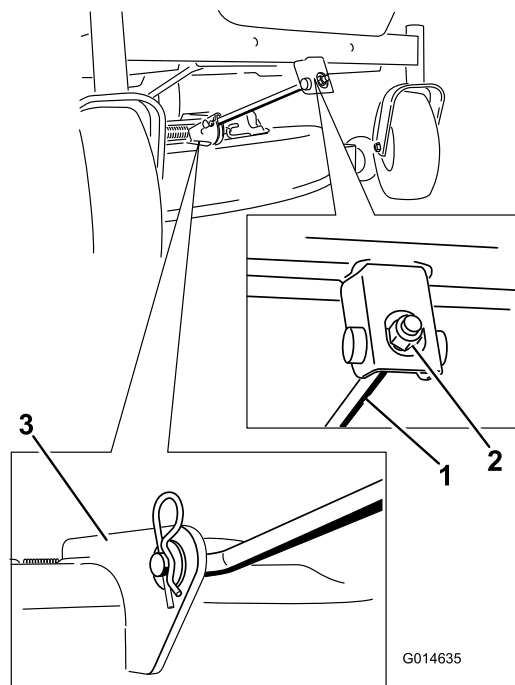

Figure 56
4. Retirez la goupille fendue de la tige de support avant et déposez la tige du support de plateau (Figure 56). Abaissez doucement l'avant du plateau de coupe au sol.
- Fixez la tige de support avant au plateau de coupe à l'aide de l'axe de chape et de la goupille fendue (Figure 56).